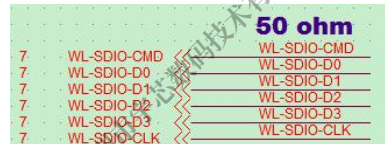

图 2-40 SDIO 信号走线阻抗要求
- 需在原理图中标注清楚 WIFI SDIO 信号线的走线阻抗要求，以便 PCB layout 设计，如图 2-40 所示：